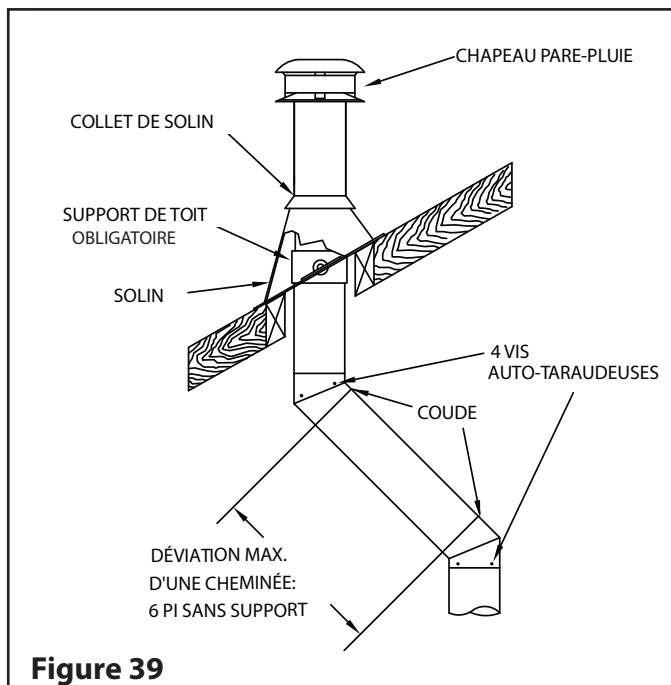

Figure 39
La longueur maximale d'une cheminée déviée non supportée est de 6 pi. Si la déviation de la cheminée est plus longue que 6 pi, elle doit alors être supportée aux intervalles de 6 pi à l'aide d'un support mural (SO-2) ou Support de Toit (ST). (Voir **Figure 39**).